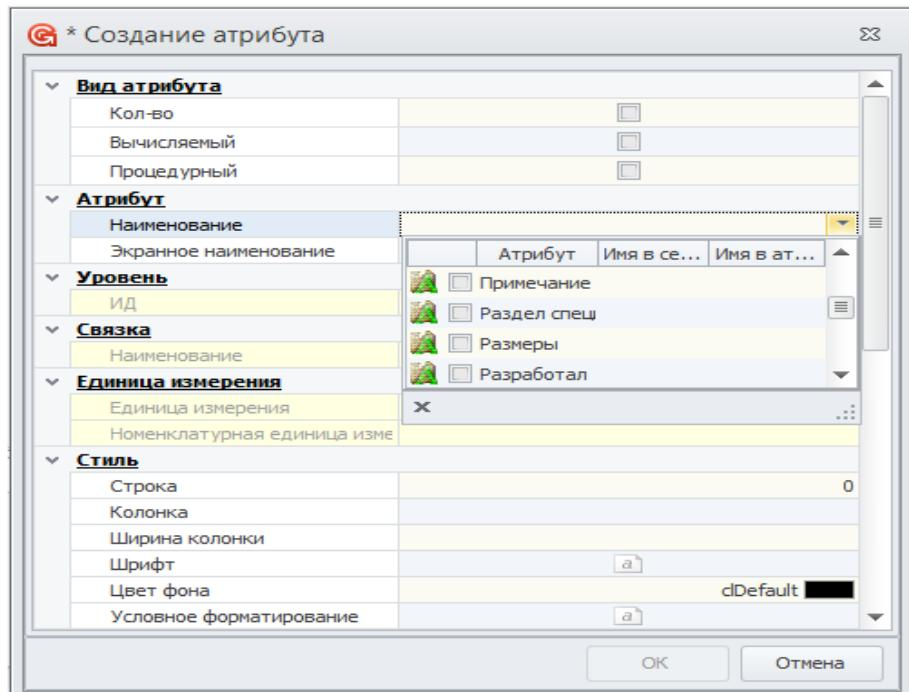

Рисунок 278: Окно "Создание атрибута"
- 16 В окне «**Создание атрибута**» (рис.278) в поле «**Наименование**» группы «**Атрибут**» указать сразу два значения: **Обозначение** и **Наименование**.